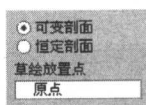

图 1-3
- 选项: 单击【选项】按钮，打开如图 1-3 所示的面板。在该面板选择扫描形式为“可变剖面”扫描还是“恒定剖面”扫描；若扫描为曲面，则在该面板设定扫描曲面的端面为开口还是封闭，以及设定草绘面在原始轨迹线中的位置。